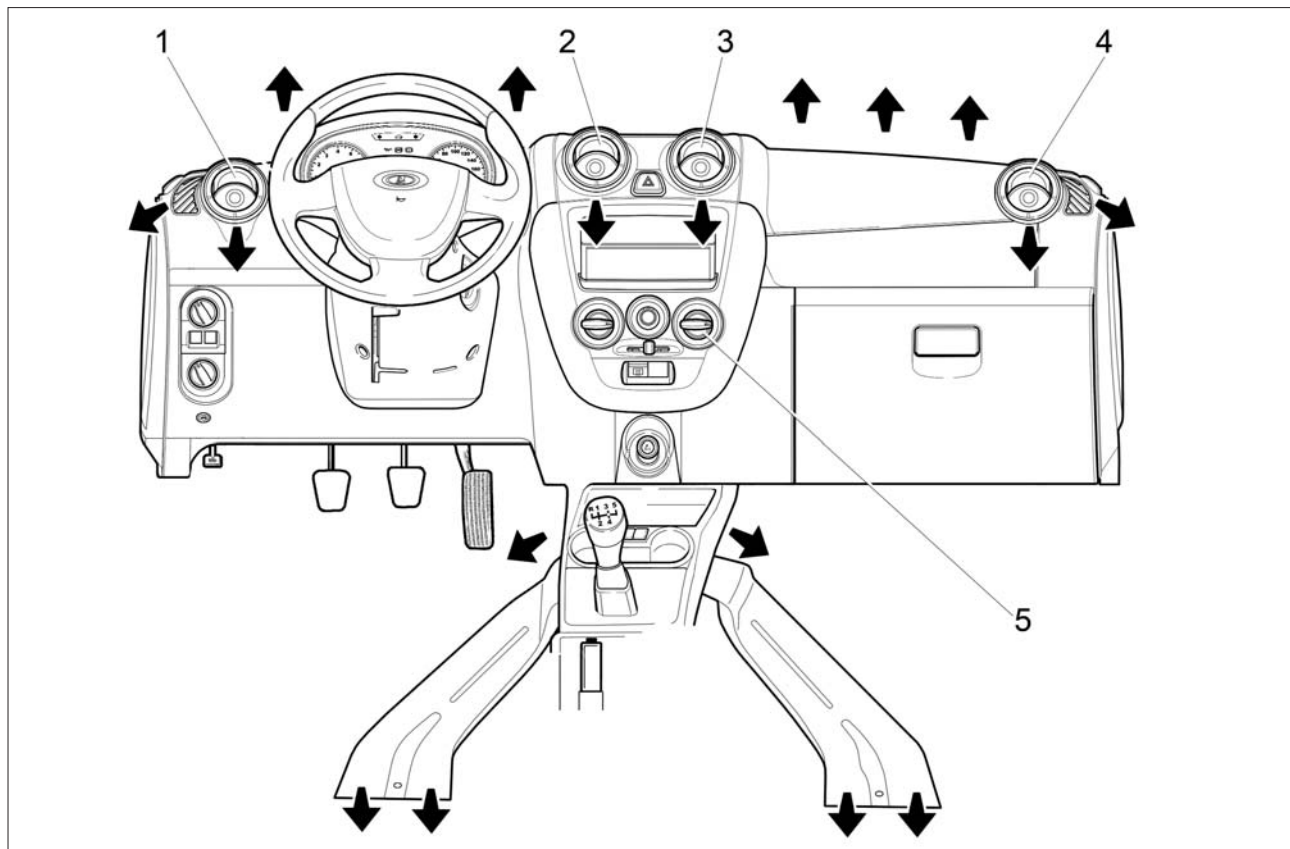

Рис. 38. Направления потоков воздуха из дефлекторов и воздуховодов
Непосредственным воздействием на дефлекторы сопел 1, 2, 3 и 4 (рис. 38) регулируется интенсивность подачи воздуха путем изменения положения дефлекторов вплоть до полного их закрытия. Открытие нужного сопла производится нажатием на специальное углубление в дефлекторе. Вращением дефлектора регулируется направление воздушного потока.
– **сопла 1, 2, 3 и 4** (см. рис. 38) открыть, нажав на специальное углубление в дефлекторе;
В положении  рукоятки 4 хотя бы одно из сопел 1, 2, 3 или 4 (см. рис. 38) должно быть открытым, иначе теплообменник охлаждения воздуха (испаритель) может обледенеть и перекрыть подачу воздуха в салон.